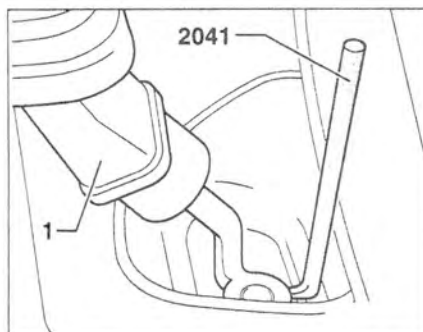

Рис. 5.12. С помощью съемника 2041 отсоедините рычаг 1 от рычага переключения передач на коробке передач или дополнительного рычага.
- 2. С помощью съемника 2041 отсоедините рычаг 1 от рычага переключения передач на коробке передач или дополнительного рычага (рис. 5.12).
- 6. С помощью съемника 2041 отсоедините рычаг 1 от рычага переключения передач на коробке передач или дополнительного рычага (рис. 5.12).